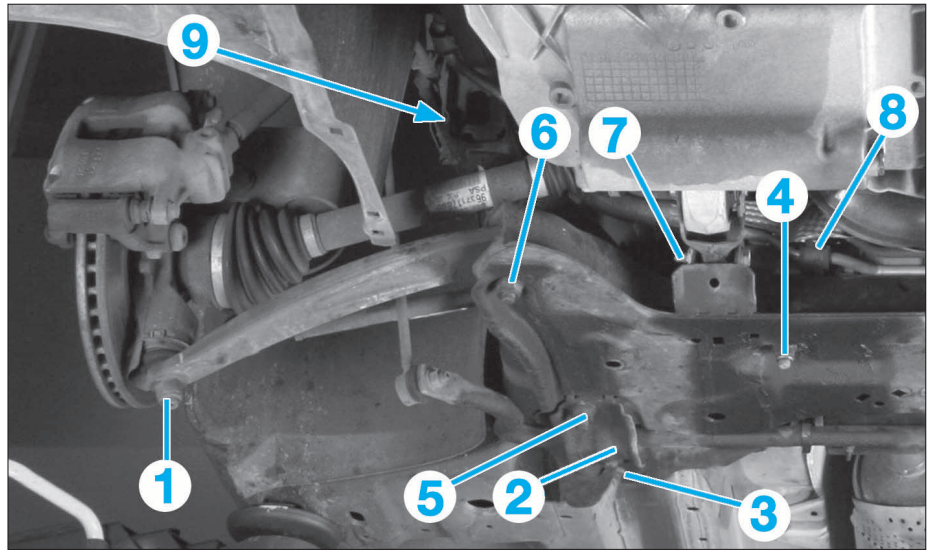

FIG. 15b
- les écrous des rotules de pivot avant (1) (Fig.15b).